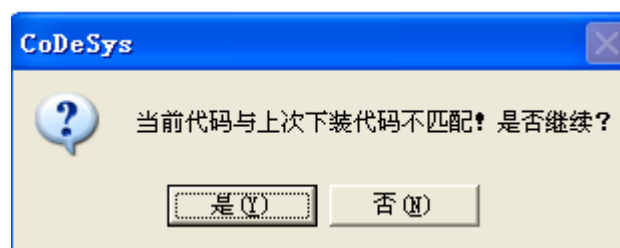

图 2-3-19 创建启动工程
- 在线[O]/创建启动工程[C]：将下载到 PLC 中的工程作为 PLC 运行的默认工程。所谓启动工程，是指保存在 PLC 的 flash 中且上电后可以运行的用户程序。如果创建启动工程的代码与上次下载的代码不同，系统会给出相应提示：“当前代码与上次下载代码不匹配！是否继续？”，如图 2-3-19 所示。一般情况选择“是”，从而创建启动工程。在离线模式下，将会产生*.ri 文件。创建启动工程与登录及下载的区别，请参见 8.3.3 章节。